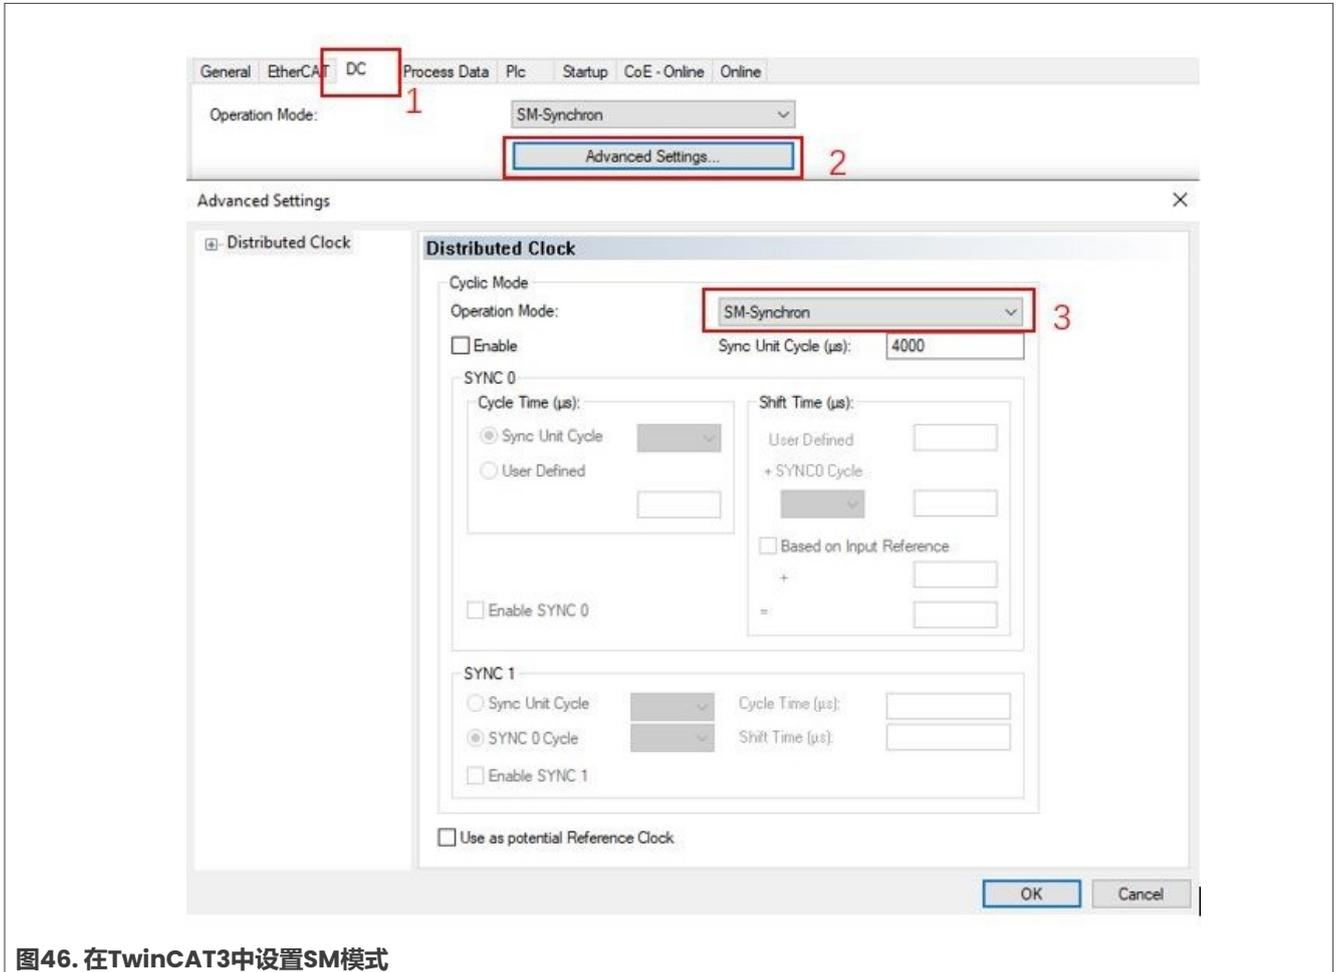

图46. 在TwinCAT3中设置SM模式
1. 在TwinCAT3中配置SM模式。在TwinCAT3中设置SM模式的步骤如图46所示。